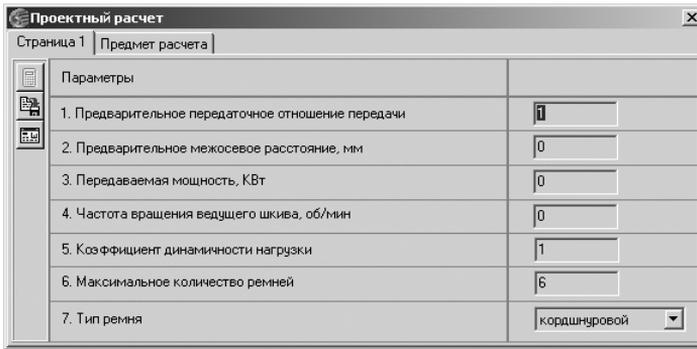

Рис. 5.80. Диалоговое окно **Проектный расчет** с раскрытой вкладкой **Страница 1**
- щелкните в начальном окне системы **Расчеты клиноременной передачи** по кнопке **Проектный расчет**. Появится диалоговое окно **Проектный расчет** с раскрытой вкладкой **Страница 1**, см. рис. 5.80;